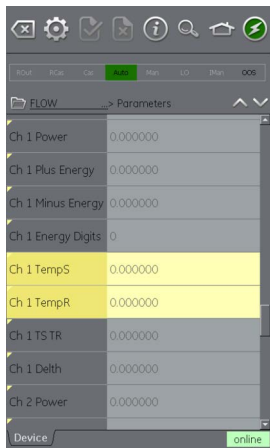

Figura 10-20: Localizador de função
5. O Localizador de função exibirá o Grupo funcional em questão na tela de dispositivos com todas as variáveis pesquisadas destacadas em amarelo. Consulte a Figura 10-20.